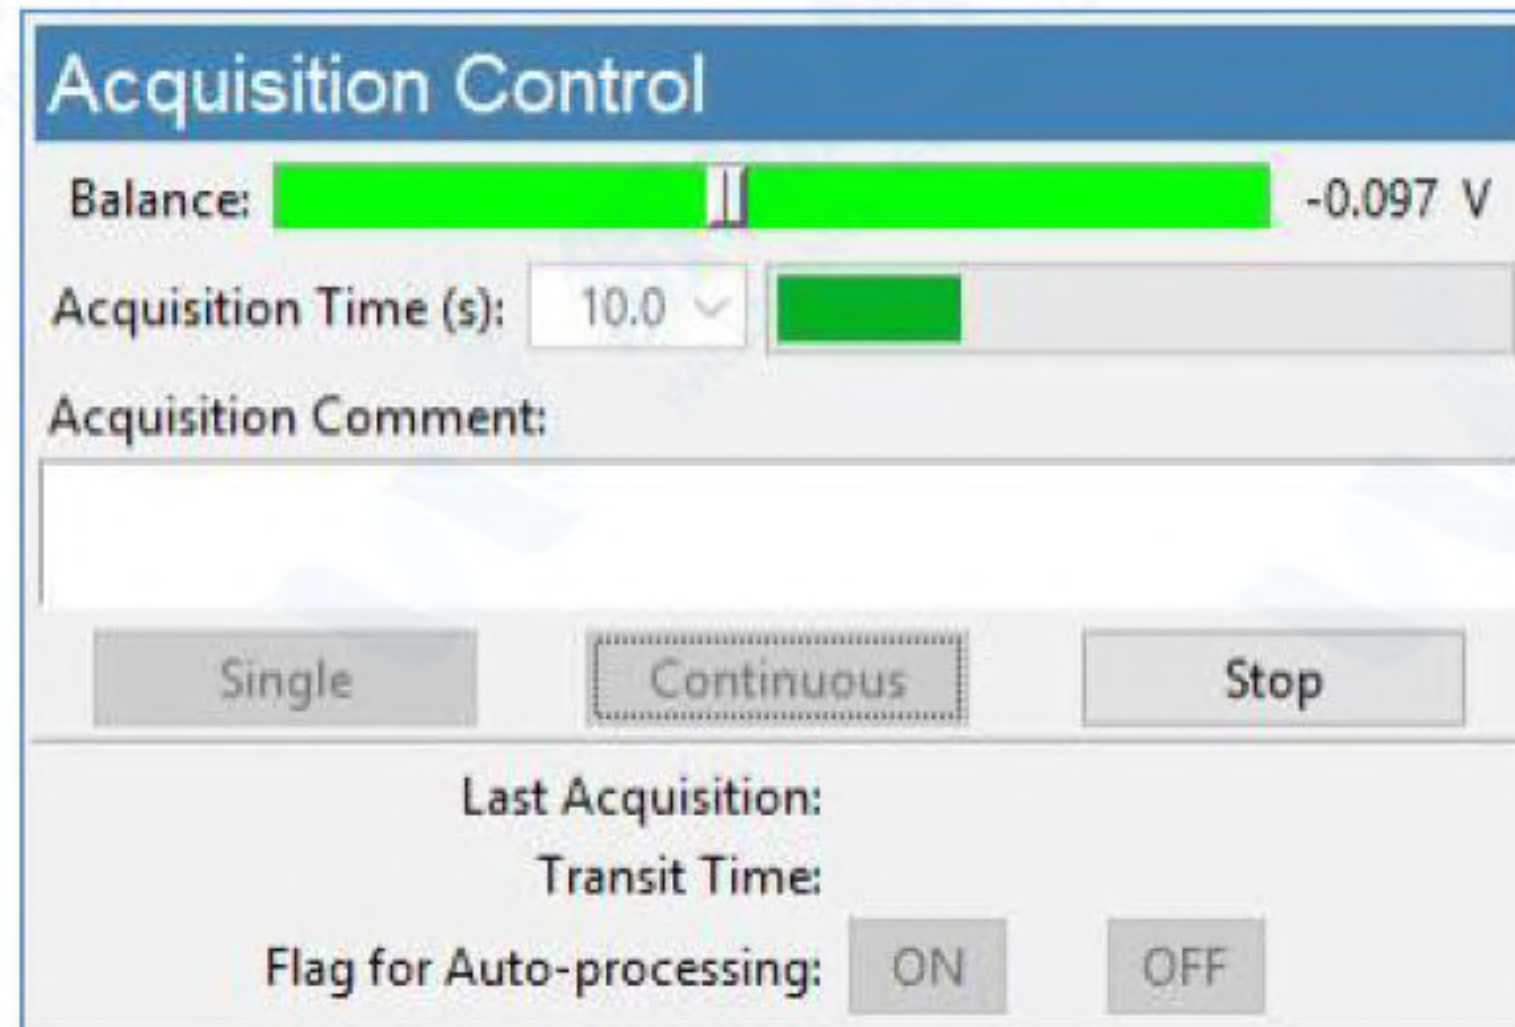

图6： 数据采集控制界面
- 连续模式数据采集可通过按下“Continuous”按钮手动启动（见图6）。